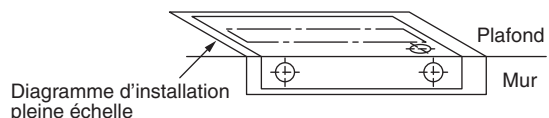

Fig. 3-5
- (1) Placer le schéma grandeur naturelle (fourni) sur le plafond à l'endroit où vous voulez installer l'unité intérieure. Utiliser un crayon pour marquer les trous à percer (Fig. 3-5).